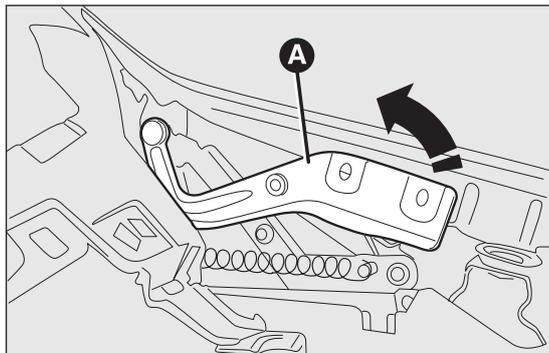

fig. 86
- sollevare verso l'alto la leva di sostegno cofano motore A fig. 86 ed accompagnarla fino ad avvertire lo scatto di avvenuto bloccaggio;